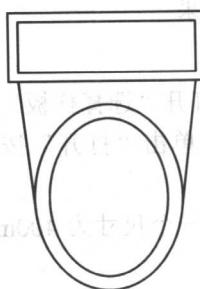

图 4-6 绘制直线
6. 选择“绘图”/“直线”命令，捕捉大椭圆切点，绘制直线，如图 4-6 所示。